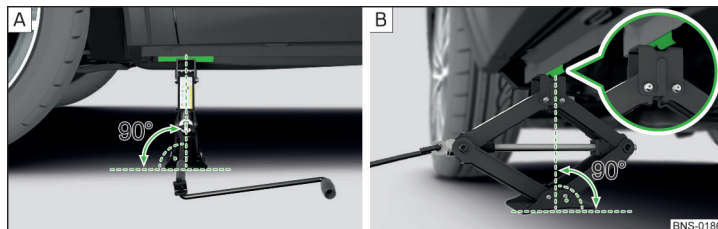

Fig. 348 Application du cric
- ▶ Placez l'embase du cric sur toute la surface sur un sol plan pour que le cric s'applique perpendiculairement à l'emplacement du point d'appui » fig. 348 - [A].
- ▶ Élevez le cric avec la manivelle jusqu'à ce que la mâchoire du levier touche le point d'appui » fig. 348 - [B].